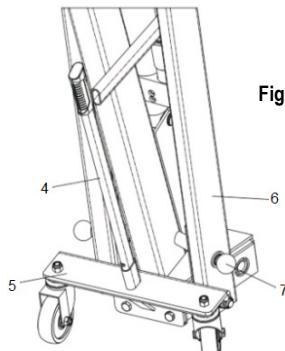

Fig. 8
4.Réglage du bras : appuyer sur le bouton, pousser et tirer la tige d'extension du crochet jusqu'à la longueur souhaitée (fig. 8).